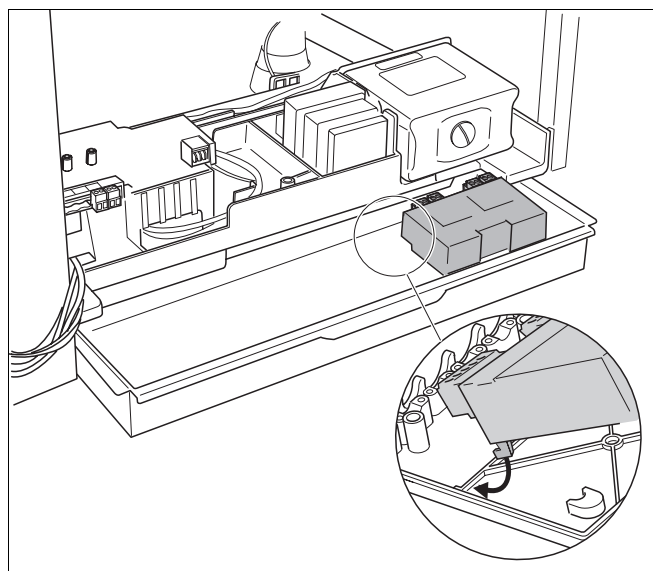

Fig. 42 Module op de montageplaat bevestigen
- Bevestig de module op de montageplaat (→ fig. 42).